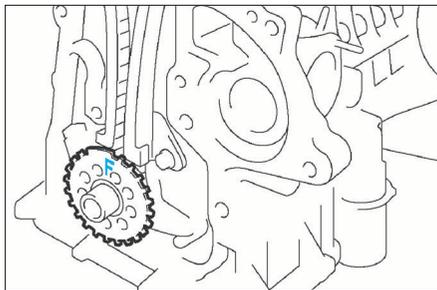

FIG. 37
le haut) (fig. 37).
- Déposer la cible du capteur de régime et de position de vilebrequin (fig. 37).